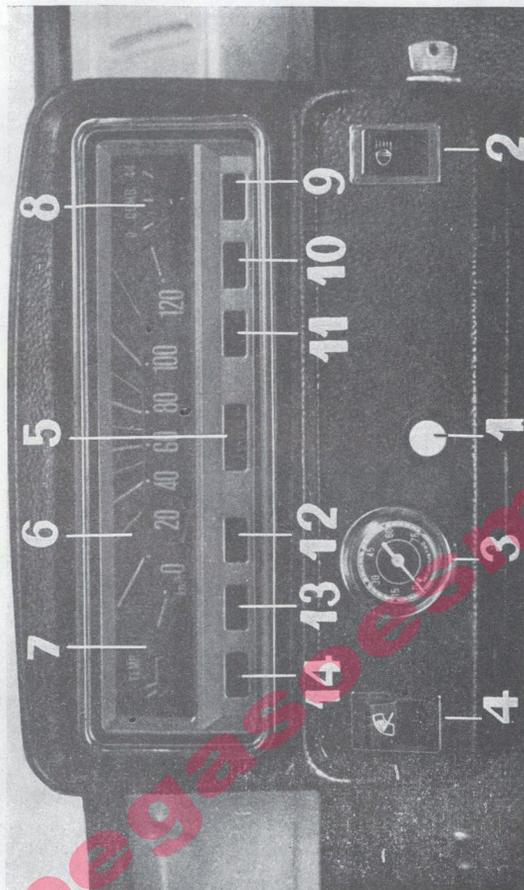

Fig. 5. Tablero.
**Testigo de presión de aceite** (10, fig. 5).
**Testigo de carga de dínamo** (11, fig. 5).
**Testigo de luces de dirección** (12, fig. 5).
**Testigo de luces de situación** (13, fig. 5).
**Testigo de luces de carretera** (14, fig. 5).
#### **Interruptor de luces (2, fig. 5).**
#### **Vacuómetro (3, fig. 5).**
#### **Interruptor de limpiaparabrisas (4, fig. 5).**
#### **Cuenta-kilómetros y totalizador (5 y 6, fig. 5).**
#### **Termómetro de agua (7, fig. 5).**
#### **Indicador de combustible (8, fig. 5).**
#### **Testigo de reserva de combustible (9, fig. 5).**
#### Pulsador de arranque en frío (termostarter) (1, fig. 5).